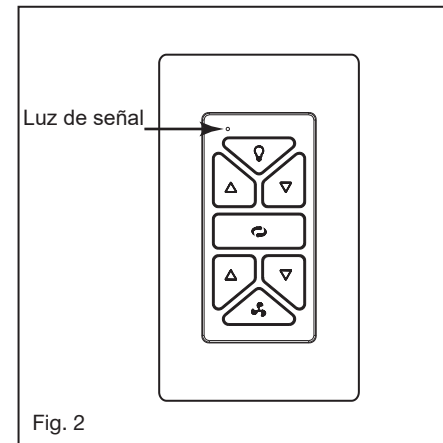

Fig. 2
- 2 Asiente la cuna A en la placa de pared. (Fig. 2)
- 6 Luz de señal (Fig.2)